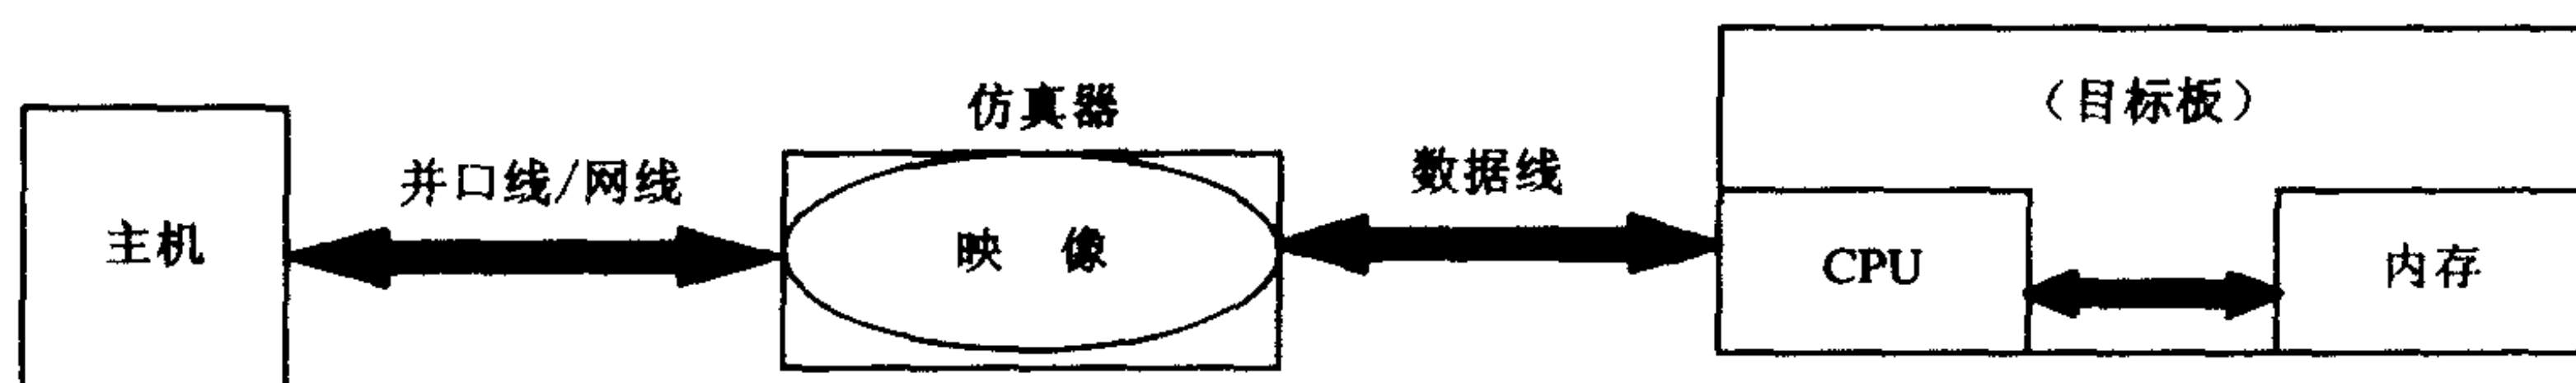

图 11.3 ICE 调试法
(1) ICE 调试法。ICE 调试法在开发 BSP 过程中是最常用的一种方法。其过程是仿真头插在用户板的 CPU 位置上，被调试的 VxWorks 映像下载到仿真器 RAM 中或目标机 RAM 中，由仿真器的 CPU 在用户的硬件环境下运行来调试软件，如图 11.3 所示。